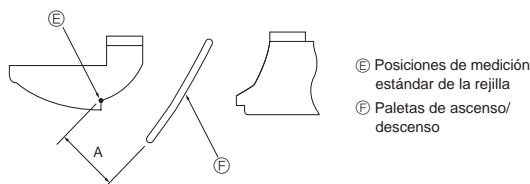

Fig. 7-10
- ① Apague el interruptor principal. Pueden producirse daños o descargas eléctricas mientras gire el ventilador de la unidad.
- ② Desconecte el conector del motor de paleta del ventilador que desee bloquear. (Mientras presiona el botón, extraiga el conector en la dirección indicada por la flecha tal y como se indica en el diagrama.) Después de extraer el conector, aislélo con cinta aislante.
- ③ Para ajustar la dirección de flujo de aire deseada, mueva lentamente las paletas hacia arriba/abajo dentro del margen especificado. (Fig. 7-10)